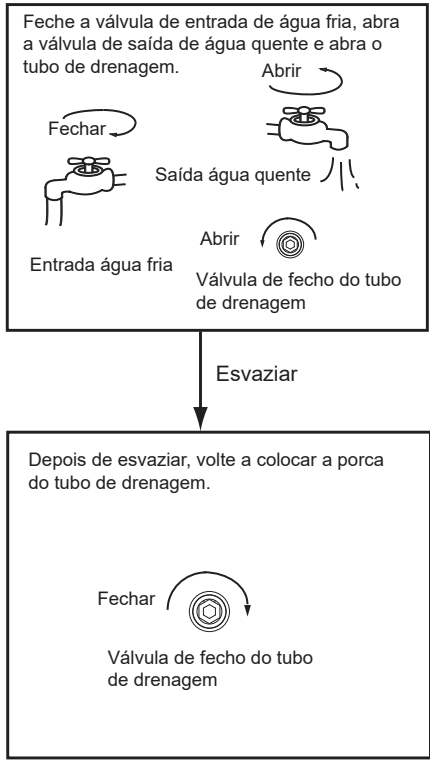

Fig. 4-2
- • Esvaziar: Se a unidade precisar de ser limpa, deslocada, etc., o depósito deve ser esvaziado. Método: Consulte a Fig. 4-2: